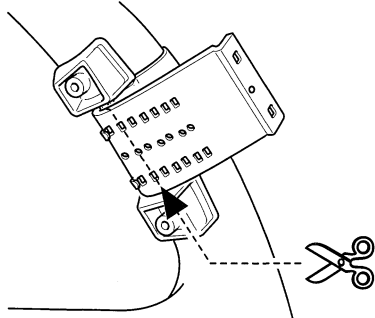

Fig. 11
2. Tagliare la parte avanzante della cinghia al centro del supporto interno. (Fig. 11)